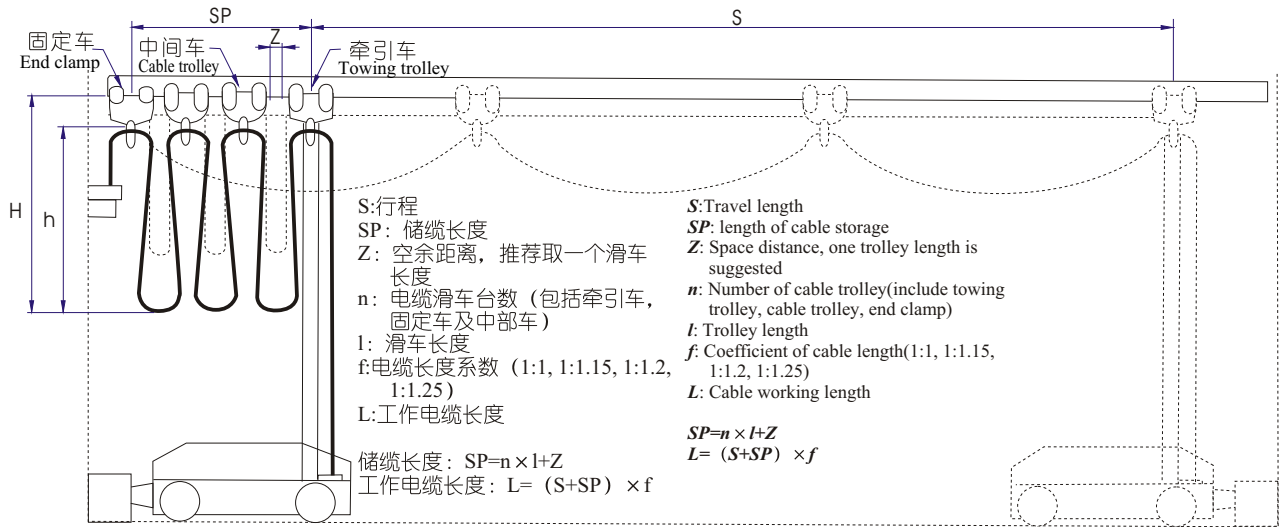

图2 Figure2
- X部中拖车 (X数值根据图2示例运算求得)
根据图2示例, 通过每个拖车的相
As figure2 show, With every trolley relative